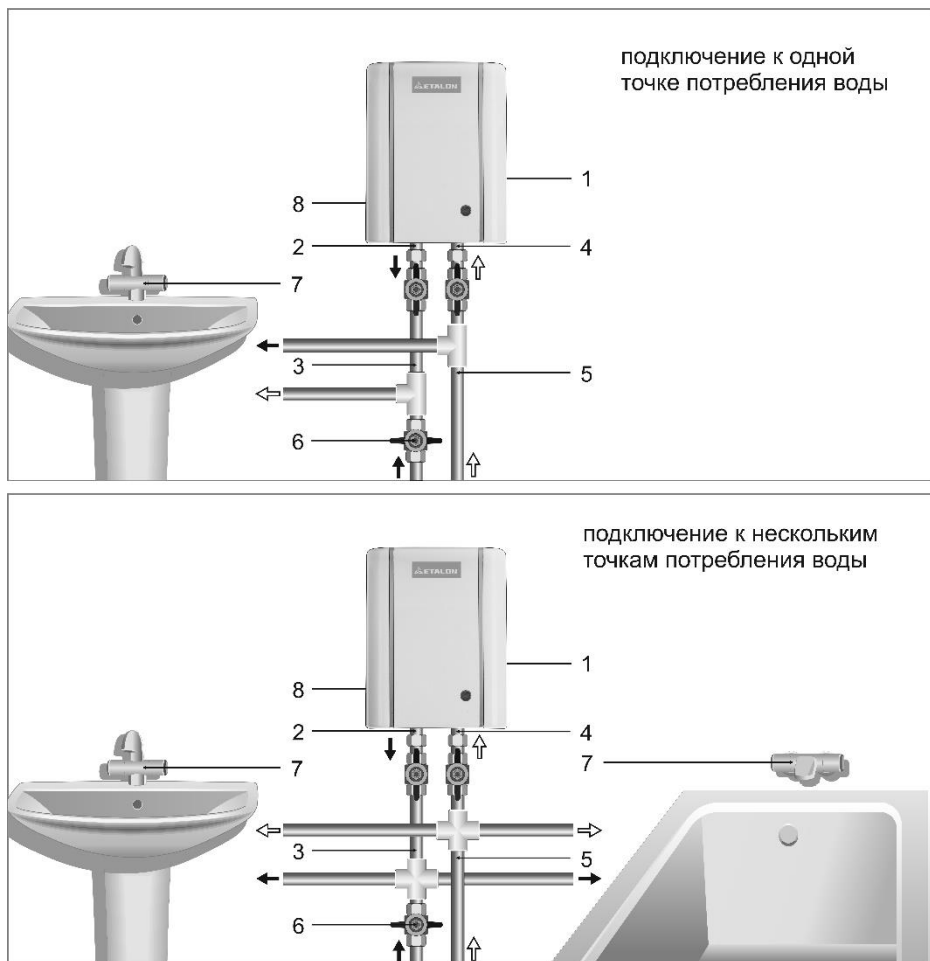

Рис.2 Схема подключения ПЭВН Etalon Plus 4500, Plus 6000 к водопроводу.
1. Поток воды контролируется краном горячей воды на смесителе (п. 7, Рис.2) на выходе из ПЭВН. Уменьшая поток воды, вы увеличиваете температуру воды на выходе и, соответственно, наоборот.
2. При наличии протока и давления воды не менее 0,05 МПа включение ПЭВН и нагрев происходит автоматически, при этом загорается индикаторная лампочка (п. 8, Рис.2) на лицевой панели.
4. Для выключения водонагревателя нужно закрыть кран горячей воды на смесителе (п. 7, Рис.2), датчик давления автоматически разомкнёт цепь подачи электроэнергии к нагревательному элементу, при этом индикаторная лампочка на лицевой панели погаснет(п. 8, Рис.2).
проводной системе перепутаны местами	ствие со рис. 2